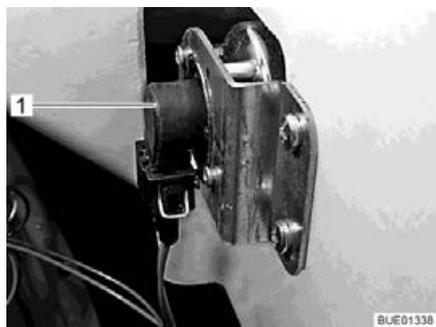

Bild 288 Fahrtrichtungsanzeiger
- Hinter den Lampenhalter (Bild 288,1) greifen.